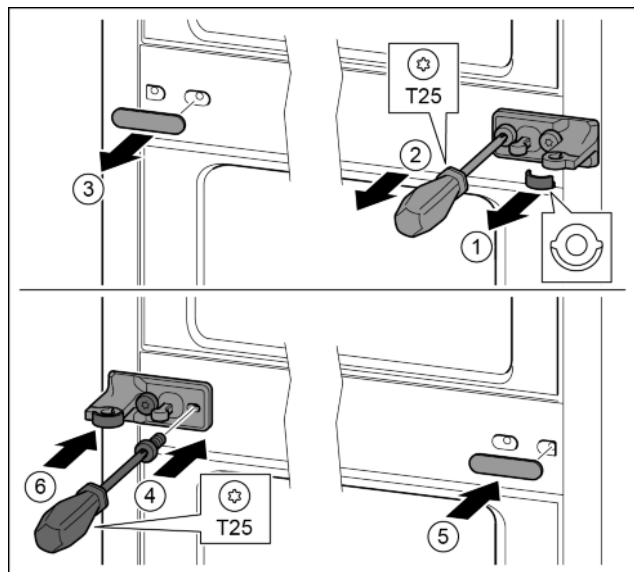

Fig. 33
- Noņemiet paplāksni. Fig. 33 (1)
- Ar skrūvgriezi T25 izskrūvējiet skrūves. Fig. 33 (2)
- Uzmanīgi noņemiet pārsegu. Fig. 33 (3)
- Stingri pieskrūvējiet gultņa balstu ar plēvi, pagrieztu par 180°, otrajā pusē. Fig. 33 (4)
- Piestipriniet pārsegu, pagrieztu par 180°, otrajā pusē. Fig. 33 (5)
- Uzbīdīet paplāksni no priekšas. Fig. 33 (6)